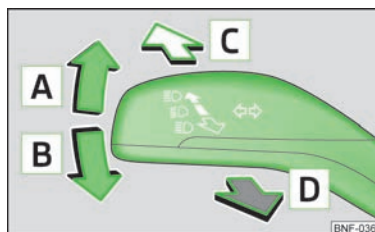

Fig. 24
- Per inserire gli abbaglianti premere leggermente in avanti la relativa leva » fig. 24.
- Premere la leva verso l'alto **A** » fig. 24 o verso il basso **B**.
- Premere la leva in avanti in direzione della freccia **C** » fig. 24
- Tirare la leva verso il volante (posizione molleggiata) in direzione della freccia **D** » fig. 24- gli abbaglianti e la spia di controllo  sullo strumento combinato si accendono.